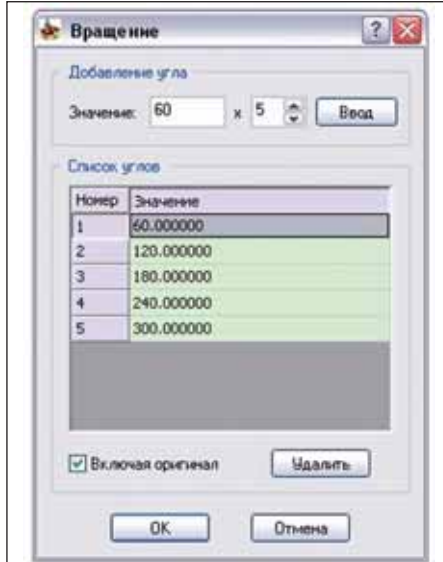

Рис. 20
**Шаг 20.** Для обработки остальных граней воспользуемся уже знакомой вам командой *4-я Ось* из контекстного меню *Трансформации* (рис. 20).